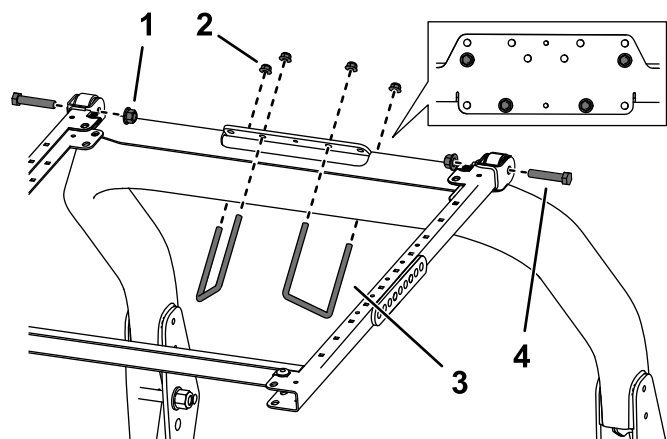

Рисунок 35
- Установите монтажный кронштейн ROPS на верхнюю часть защитной дуги тягового блока (Рисунок 35). Убедитесь в том, что защитная
- Используя монтажные отверстия, показанные на Рисунок 35, прикрепите каждый монтажный кронштейн ROPS к верхней части защитной дуги с помощью 2 U-образных болтов (3½ дюйма) и 4 фланцевых гаек.